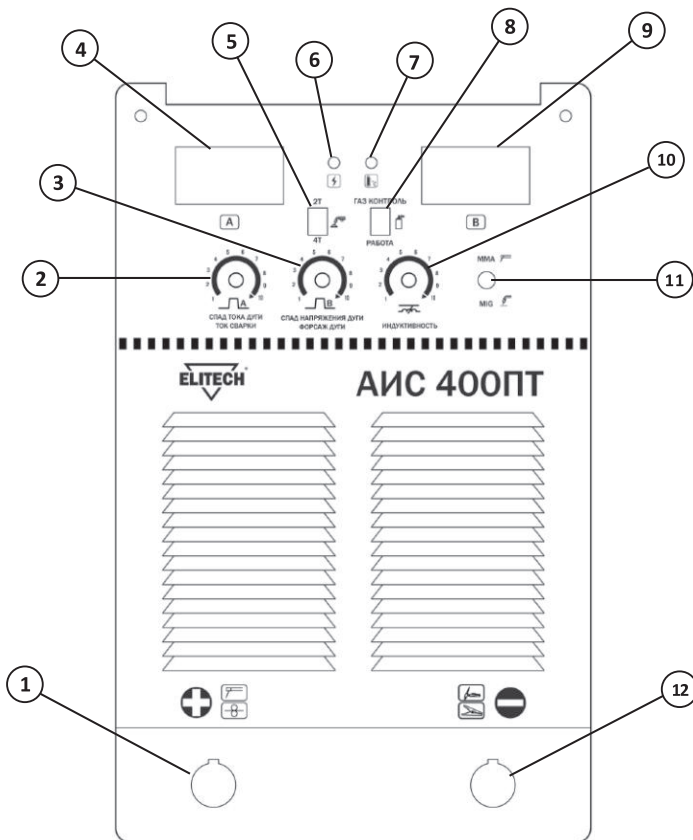
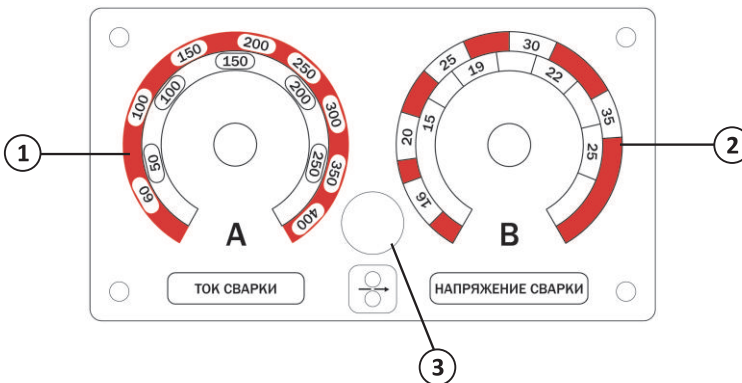

Рис. 1
Рис. 3
Установите переключатель режимов MMA/MIG на передней панели аппарата (источника питания) (поз. 11 см. рис. 1) в положение MMA (Ручная дуговая сварка РДС) или в положение MIG (дуговая сварка плавящейся проволокой в среде защитного инертного газа с автоматической подачей проволоки).
Для сварки методом ММА необходимо подсоединить сварочные кабели, один с электрододержателем, другой с зажимом на массу к аппарату. Для этого на передней панели сварочного аппарата (источника питания) имеется два панельных разъема «+» и «-» (поз.1 и 12, рис. 1). Для плотного закрепления сварочных кабелей в разъемах необходимо вставить кабельный наконечник с соответствующим кабелем в панельный разъем на аппарате до упора и повернуть его по часовой стрелке до упора. При неплотном подсоединении кабелей возможны повреждения, как кабельного разъема, так и источника питания.
4. Подсоедините кабель с зажимом на массу к разъему «-» в нижней части передней панели источника питания (поз. 12, рис. 1) и поверните по часовой стрелке до упора.
Выбор режима производится установкой переключателя «2Т/4Т» (поз. 5, рис.1) в соответствующее положение. В двухтактном «2Т» режиме при нажатии кнопки горелки открывается клапан подачи газа, затем включается источник и подача проволоки. При отпускании кнопки отключается подача проволоки, затем отключается источник сварочного тока и закрывается клапан подачи газа. В четырехтактном «4Т» режиме при нажатии кнопки горелки открывается клапан подачи газа, при отпускании кнопки включается источник и подача проволоки. При повторном нажатии на кнопку отключается подача проволоки, затем отключается источник сварочного тока, при отпускании кнопки закрывается клапан подачи газа.
Функция регулировки индуктивности работает при сварке в режиме MIG. Индуктивность сварочной цепи регулируют для снижения разбрызгивания электродного металла и повышения стабильности процесса сварки. Индуктивность регулируется регулятором индуктивности (поз.10, рис. 1).
Установите требуемую величину силы сварочного тока с помощью ручки управления «ток сварки» для режима MMA (поз. 2, рис. 1) или для режима MIG (поз.1, рис. 3). При этом значение сварочного тока будет отображаться на соответствующем цифровом табло (поз. 4, рис. 1).
3. Отрегулируйте значения сварочного тока и рабочего напряжения с помощью соответствующих регуляторов (поз. 1 и 2, рис. 3), в соответствии с задачами сварки.